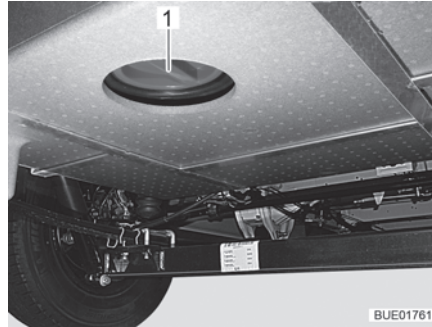

Fig. 183 Orificio de limpieza del depósito de aguas residuales
- Abrir el orificio de limpieza (Fig. 183,1) del depósito de aguas residuales y la llave de desagüe.